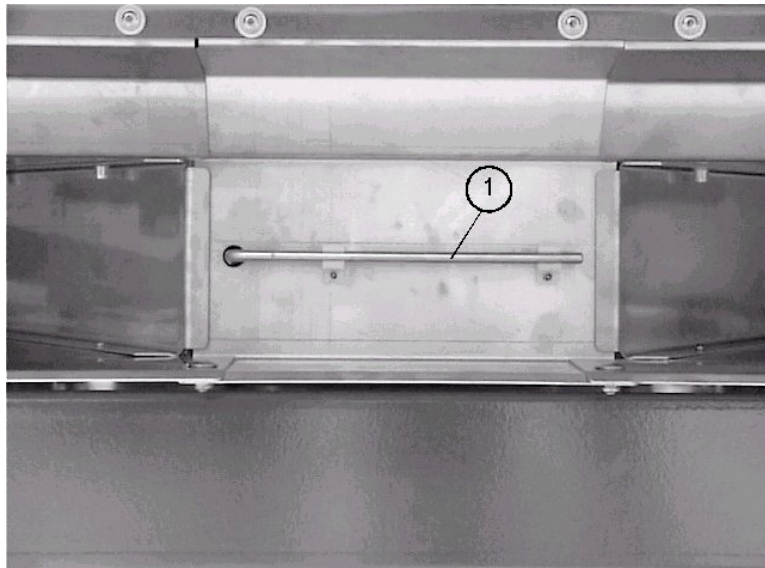
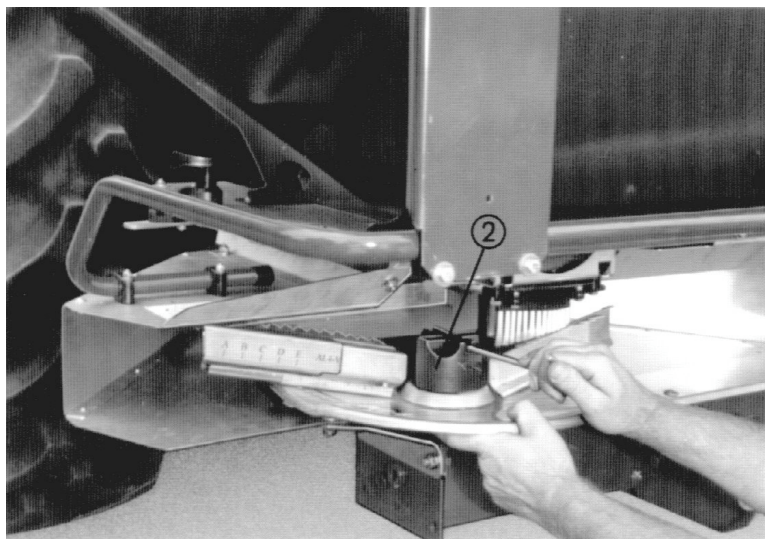

Bild 1
Bild 2
Entsprechend der Düngersorte und der Arbeitsbreite werden verschiedene Wurfscheiben verwendet. Der Wurfscheibentyp wird in der Streutabelle angegeben. Mit dem Einstellhebel (Bild 1 Nr.1) Kunststoffhutmuttern (Bild 2 Nr.2) lösen und Wurfscheiben (siehe Bild 2) abnehmen.
(Bild 2 linke Wurfscheibe (L) auf Getriebe- nabe aufgesetzt).